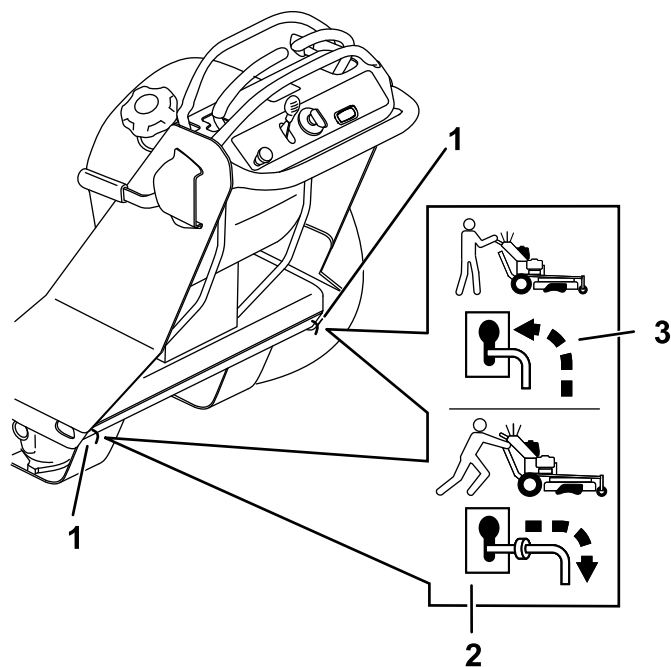

Figure 21
4. Tirez les leviers de dérivation en arrière dans la fente en trou de serrure et abaissez-les pour les verrouiller en position (Figure 21).
Poussez les leviers de dérivation en avant dans la fente en trou de serrure et abaissez-les pour les verrouiller en position, comme montré à la Figure 21.